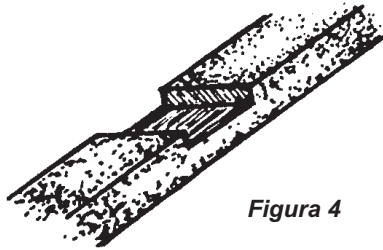

Figura 4
- Desbasta con el formón adecuado la madera hasta formar la canal (figura 4).